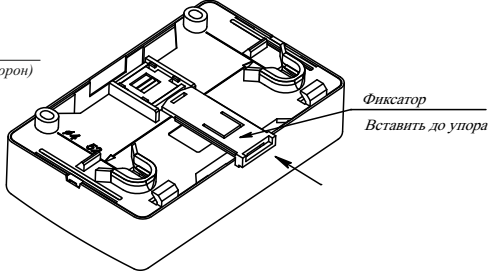

Рисунок 6
- при установке на DIN-рейку (рисунок 6):